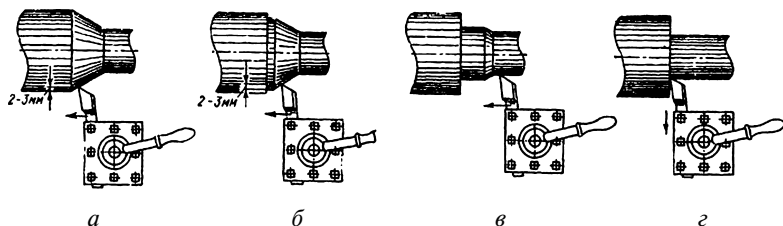

Рис. 41. Обработка уступов
**Приемы обработки уступов.** Обработка уступов осуществляется ступенями. Для этого используют подрезной резец. Его устанавливают на глубину 2–3 мм и включают продольную подачу (рис. 41, а). По торцу уступа оставляют припуск около 1 мм для чистовой обработки. После этого резец отводят вправо, снова перемещают его вперед на 2–3 мм и продольной подачей (рис. 41, б) снимают следующую ступень. Этот прием повторяют до тех пор, пока вершина резца не коснется поверхности детали, обработанной проходным резцом (рис. 41, в). Затем резец перемещают продольной подачей влево несколько больше, чем это делалось при предыдущих проходах, и, наконец, поперечной подачей (рис. 41, г), направленной от центра к наружной поверхности